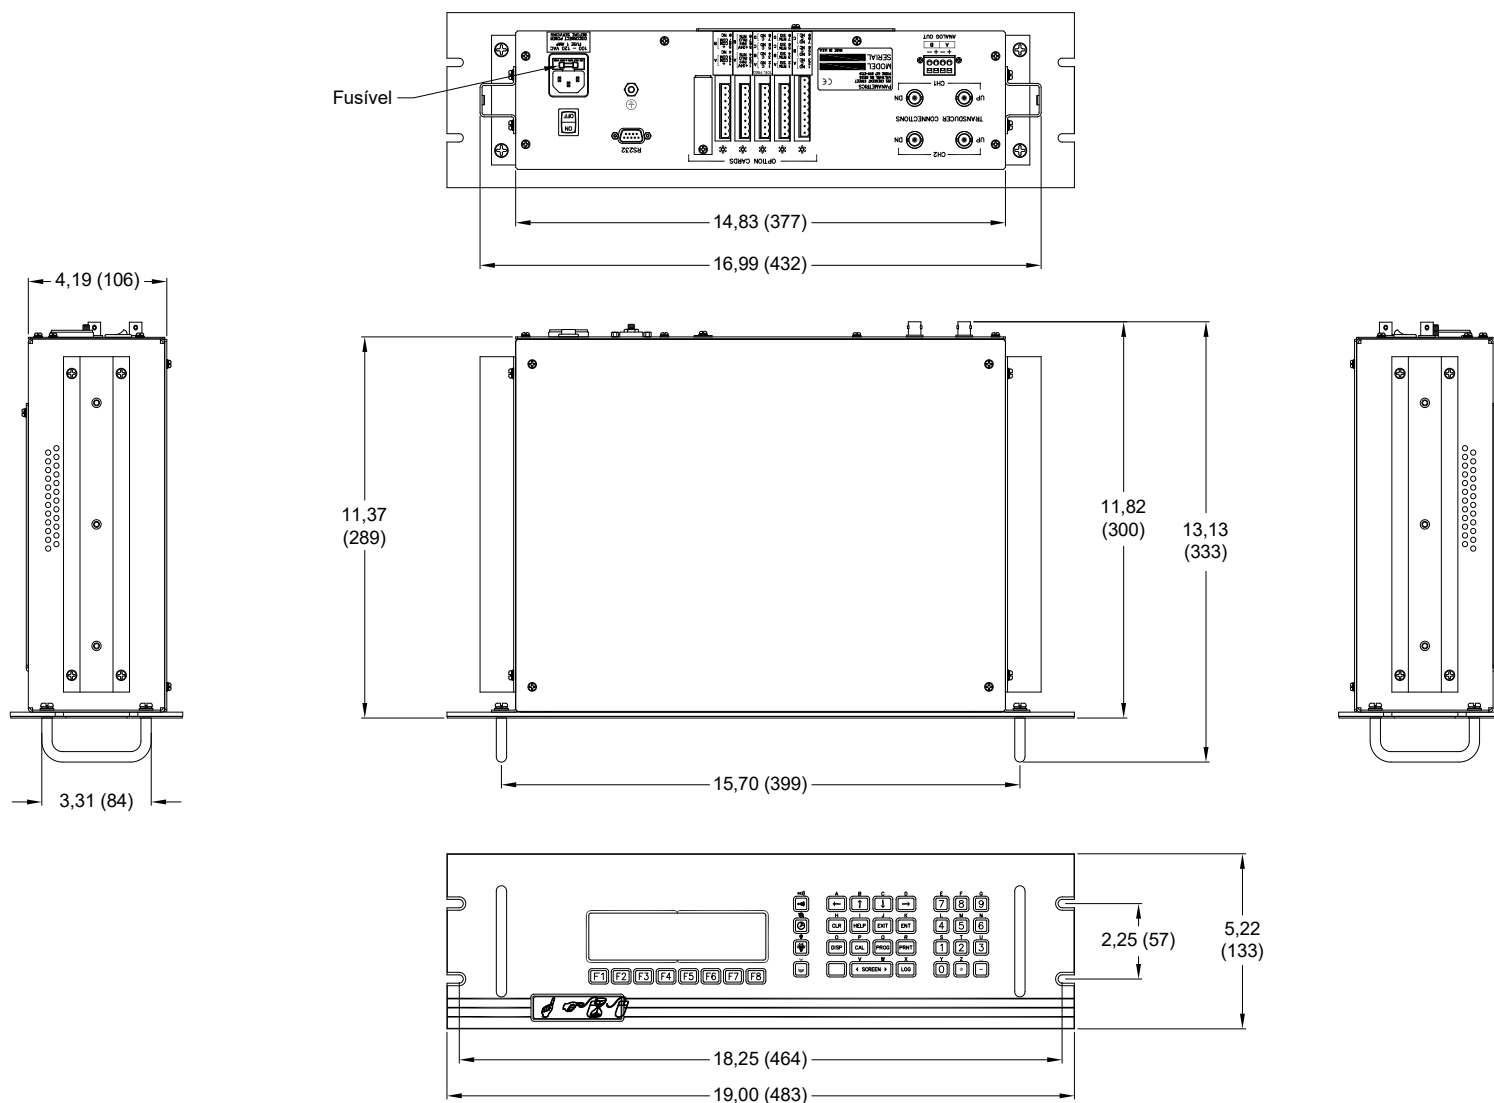
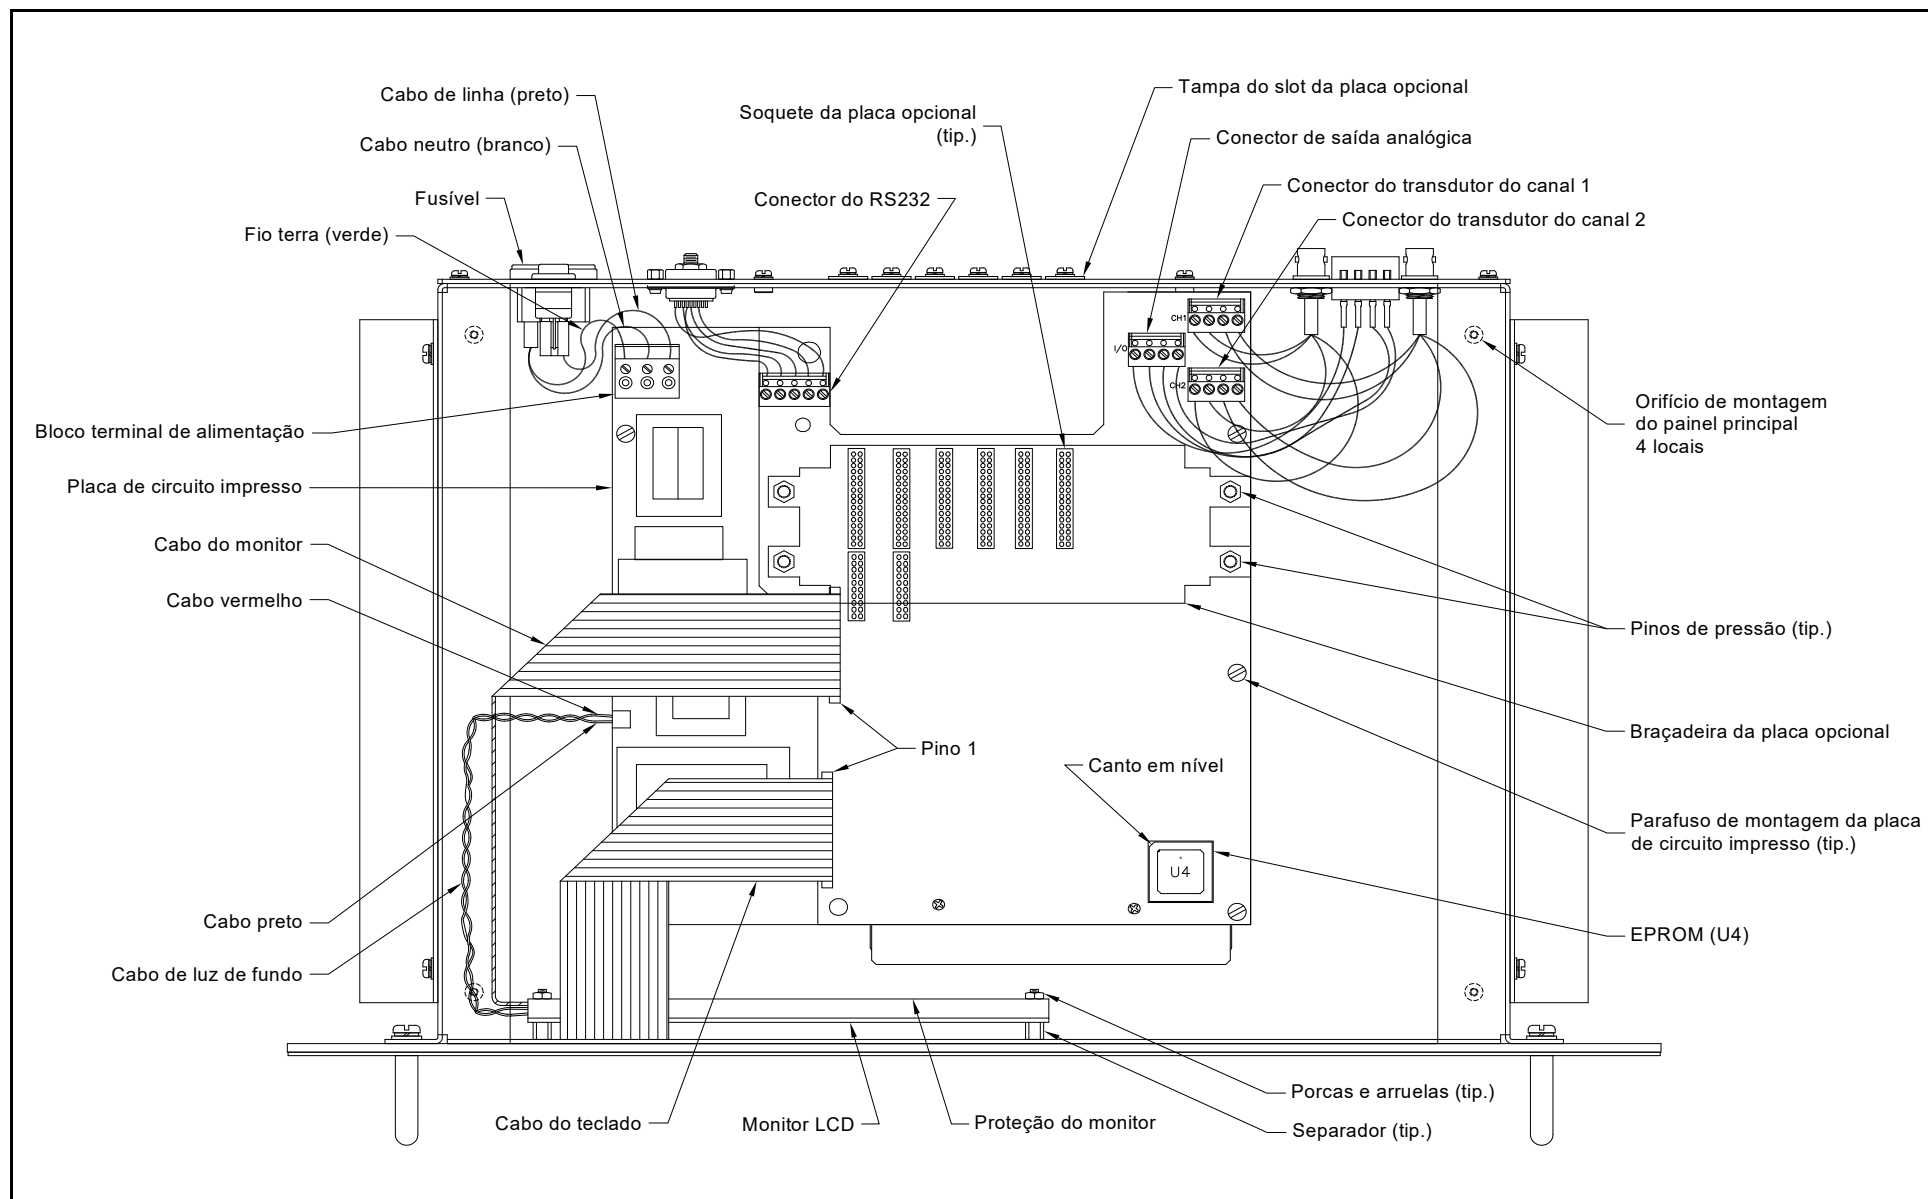

Figura B-1: Dimensões do gabinete para rack do modelo GF868 – (ref. Dwg #712-1076)
Figura B-2: Conjunto de console do modelo rack GF868 - (ref. Dwg #705-849)
Consulte a Figura B-1 na página 43 e Figura B-2 na página 44 para saber a localização dos componentes em questão durante a execução dos procedimentos a seguir. Se o painel superior do medidor não estiver acessível, a manutenção poderá ser realizada sem remover o medidor do rack. Do contrário, desfaça todas as conexões elétricas do painel traseiro e remova o medidor do rack para continuar.
Se for constatado que o fusível do modelo GF868 precisa ser substituído, consulte a Figura B-1 na página 43 e Figura B-2 na página 44 e execute as etapas a seguir:
Consulte a Figura B-2 na página 44 e execute as seguintes etapas:
A substituição do EPROM pode ser necessária para substituir um chip defeituoso ou para atualizar para uma nova versão do software. Para substituir o EPROM, veja a Figura B-2 na página 44 e execute as etapas a seguir:
Para substituir o monitor LCD, veja a Figura B-2 na página 44 e execute as etapas a seguir:
5. Instale os conectores RS232, ANALOG OUT e TRANSDUCER na placa de circuito impresso nos locais indicados na Figura B-2 na página 44. Verifique se os lados marcados do pino nº 1 dos conectores estão virados para a direita (lado do teclado) do gabinete.